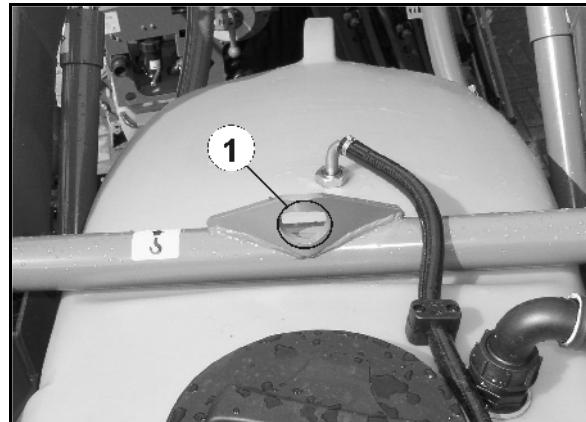

Fig. 93
- 3000 kg bak (Fig. 93)
Maskinen er utstyrt med tre festepunkter (Fig. 93/1, Fig. 94/1, Fig. 95/1).